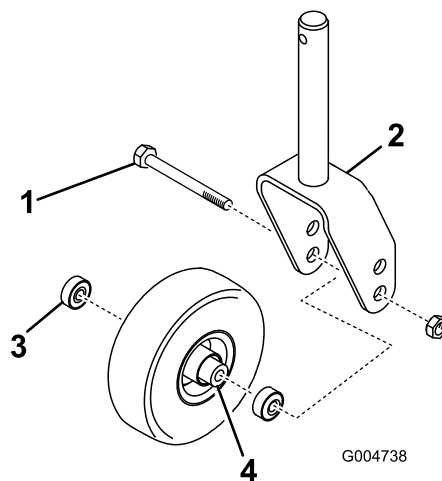
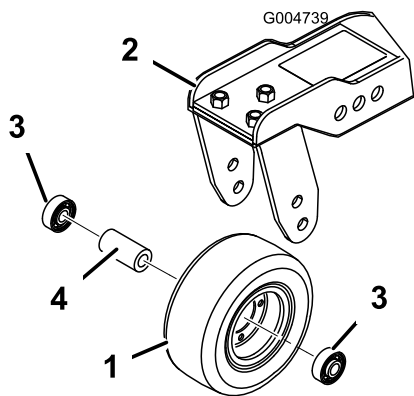

Рисунок 126
Рисунок 127
1. Выверните контргайку с болта, удерживающего узел поворотного колеса между вилкой (Рисунок 126) или рычагом (Рисунок 127) поворотного колеса.
- Извлеките подшипник из ступицы колеса и дайте выпасть распорной втулке подшипника (Рисунок 126 и Рисунок 127).